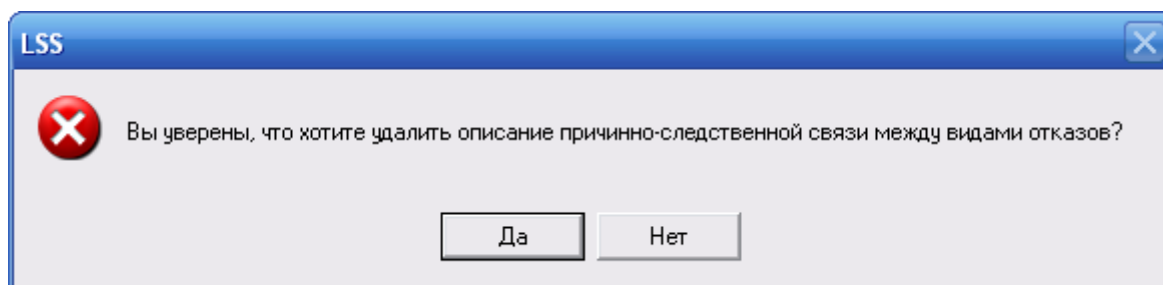

Рис. 7-36
4. В появившемся окне подтвердите удаление причинно-следственной связи (рис. 7-36).